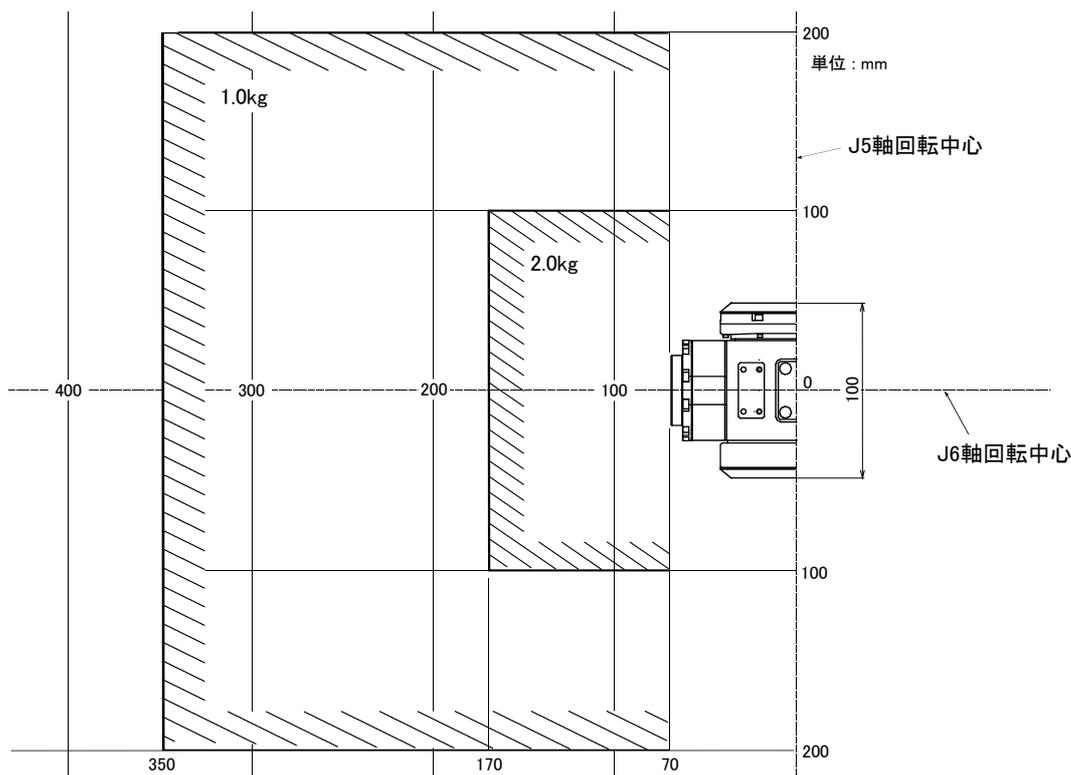
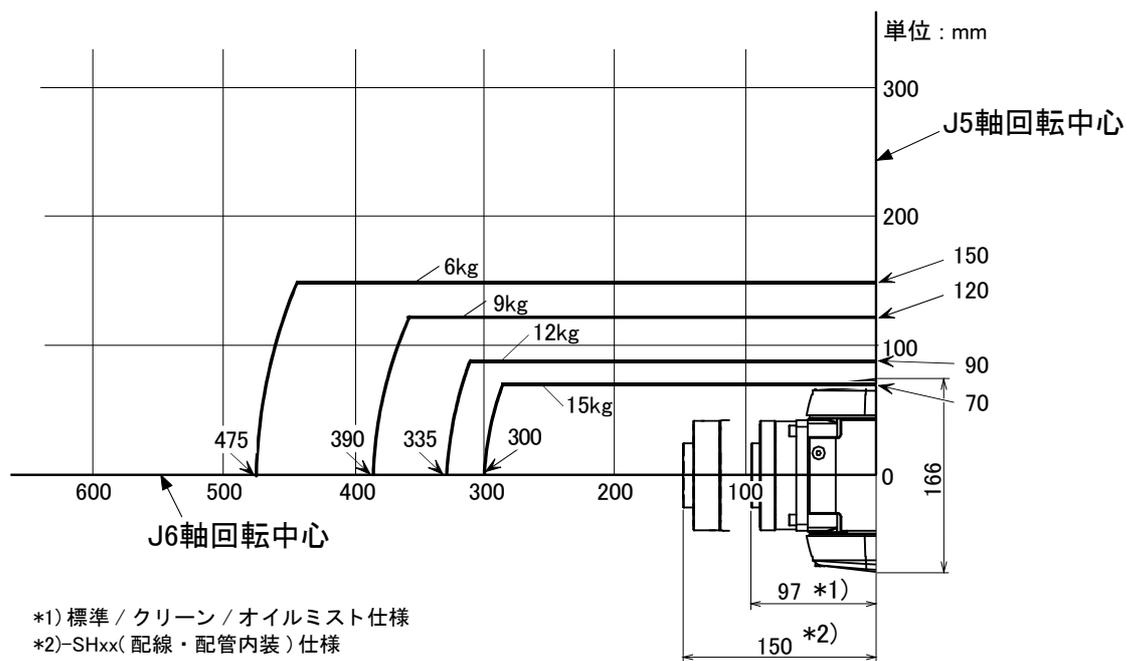

図 2-1 : 負荷重心位置 : RV-2FR(B)/2FRL(B)( 比較的負荷体積が小さい場合 )
図 2-5 : 負荷重心位置 : RV-20FR( 比較的負荷体積が小さい場合 )
- (2) 図 2-1 ~ 図 2-5 に負荷の体積が比較的小さい場合の重心位置の分布寸法を示しています。図を参考にツーリングの設計をしてください。
- (3) 負荷が質量でなく、力の場合も 21 ページの「2.1 標準仕様」に記載しています許容モーメントの値を超えないようにツーリングを設計してください。